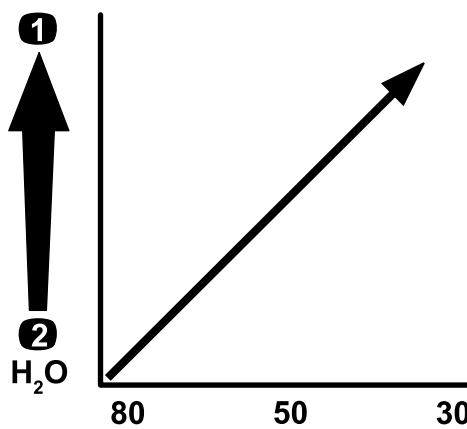

Figure 64
**Important:** Si vous pulvérisez des produits chimiques de viscosité plus élevée (plus épais) ou des solutions avec poudres mouillables, vous devrez peut-être utiliser un maillage plus grossier pour le filtre d'aspiration en option ; voir Figure 64.